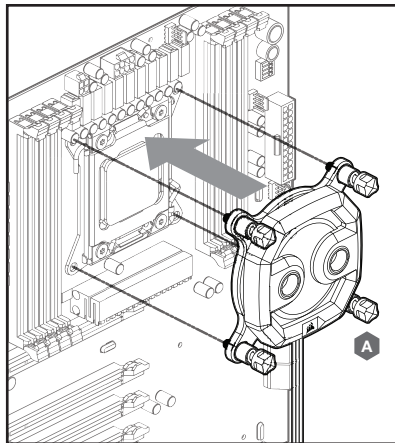

Figure 1
- Place the XC7 RGB with pre-installed Intel LGA-2066 mounting bracket onto the motherboard (figure 1).
- Placez le XC7 RGB avec support de montage Intel LGA-2066 pré-installé sur la carte-mère (figure 1).
- Platzieren Sie den XC7 RGB mit vorinstallierter Intel LGA-2066-Halterung auf das Mainboard (Abbildung 1).
- Поместите блок XC7 RGB с предварительно установленным монтажным кронштейном Intel LGA-2066 на материнскую плату (Рис. 1).